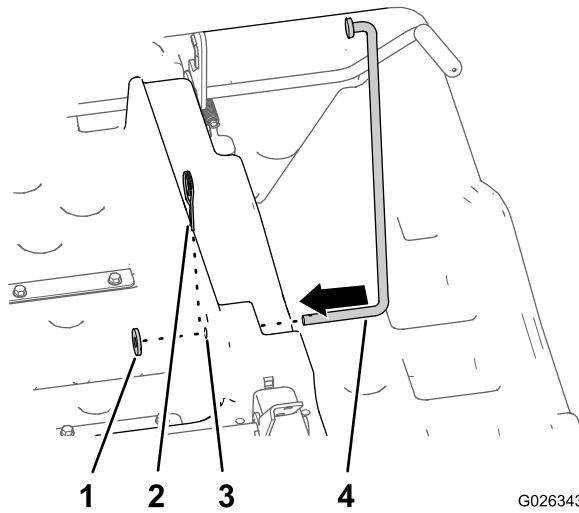

図 13
1. 支え棒の長い方の脚を、荷台の右下側にある長さ 12.7mm の水平穴に入れる 図 13。
2. 支え棒の長い方の脚にワッシャ 1/2 インチを通し、ヘアピンを使って支え棒を荷台に固定する 図 13。